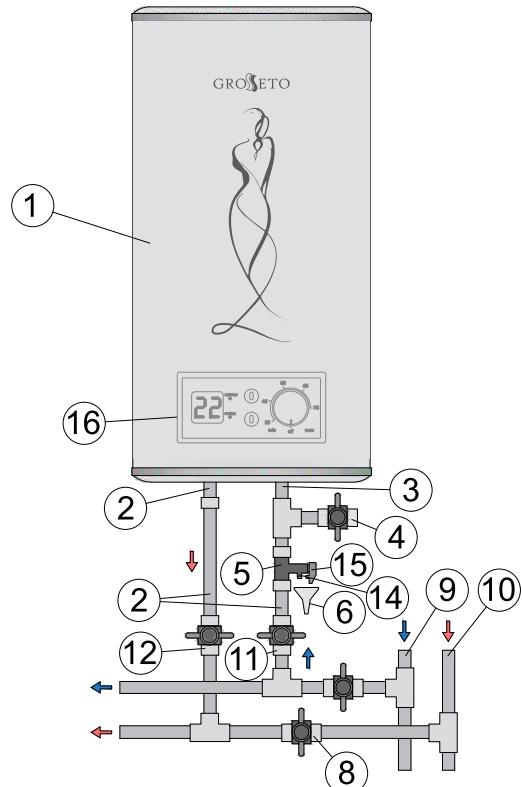

Рисунок 3. Схема подключения ЭВН к водопроводу
Вверните предохранительный клапан (5), который входит в комплект поставки водонагревателя, во входной патрубок водонагревателя, обозначенный синим цветом (см. рис. 3);
После подключения откройте вентиль подачи холодной воды (Рис. 3, п. 11) в ЭВН, кран выхода горячей воды из ЭВН (Рис. 3, п. 12) и кран горячей воды на смесителе, чтобы обеспечить отток воздуха из водонагревателя. При конечном заполнении ЭВН из крана смесителя непрерывной струей потечет холодная вода. Закройте кран горячей воды на смесителе. При подключении ЭВН в местах, не снабженных водопроводом, допускается подавать воду в ЭВН из вспомогательной емкости, размещенной на высоте не менее 5 метров от верхней точки ЭВН, или с использованием насосной станции.
Примечание: для облегчения обслуживания ЭВН в процессе эксплуатации рекомендуется установка сливного вентиля (Рис. 3, п. 4) в соответствии с рис. 2 (для моделей, не оборудованных сливным патрубком (не входит в комплект поставки)).